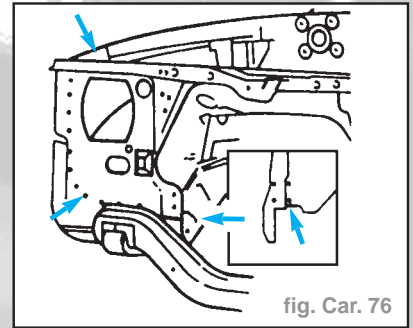

fig. Car. 76
- La tôle déflectrice d'air du compartiment moteur et la tôle de passage de roue - chasser à la perceuse (fig. Car. 76).